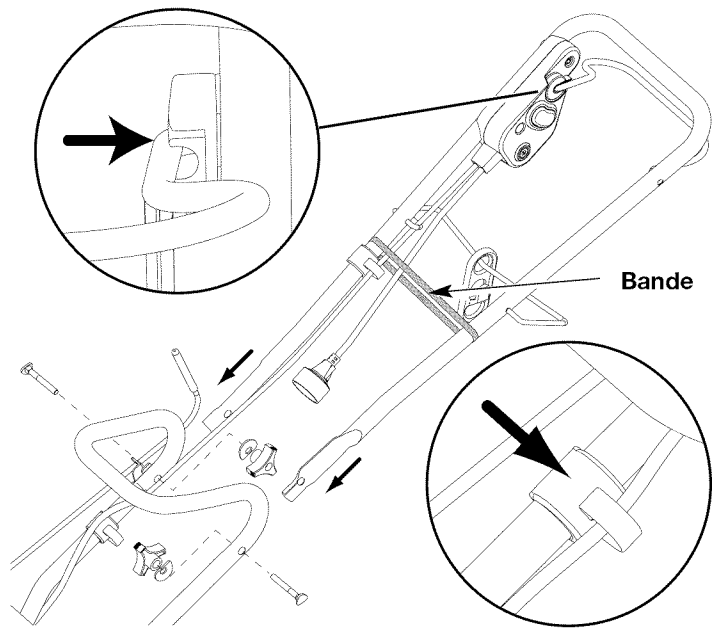

Fig. 1
1. Cuando desempaque la unidad, afloje y retire las dos perillas y arandelas del interior de las barras inferiores (Fig. 1).
4. Verifique que el asa esté montada en el conjunto del interruptor (Fig. 1).
8. Retire la faja una vez que la manija superior esté montada a la manija inferior (Fig. 1).